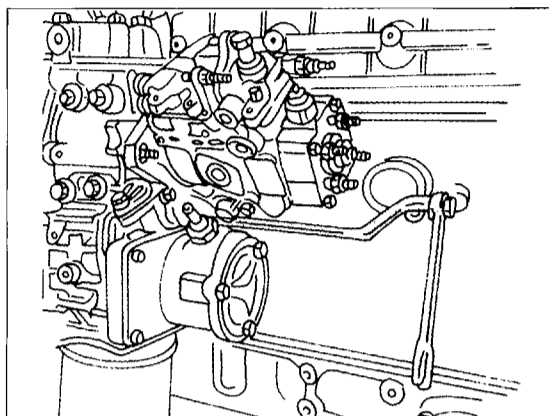

Bild 167
- Den Zahnriemenschutzdeckel (2) nach Lösen der Schrauben (1) abnehmen (linke Ansicht).
- Die Überwurfmutter an der Einspritzpumpe und an den Einspritzdüsen abschrauben und das komplette Leitungsbündel (4) herausnehmen. Kraftstoffzufuhrleitung (3) und Auslassleitung (5) unter Bezug auf die mittlere Ansicht ausbauen.
- Die Einbaulage der Pumpe genau am Motor kennzeichnen. Sie muss unbedingt wieder in der gleichen Stellung eingebaut werden. Die Muttern (6) in der rechten Ansicht entfernen und die Einspritzpumpe (7) herausziehen. Es könnte sein, dass man die inneren Muttern bei einem 2,5-Liter-Motor schlecht erreichen kann. In der Werkstatt wird dazu ein Spezialwerkzeug benutzt oder man benutzt eine sehr dünnwandige Stecknuss mit Verlängerung in der in Bild 167 gezeigten Weise, um die Muttern zu lösen.